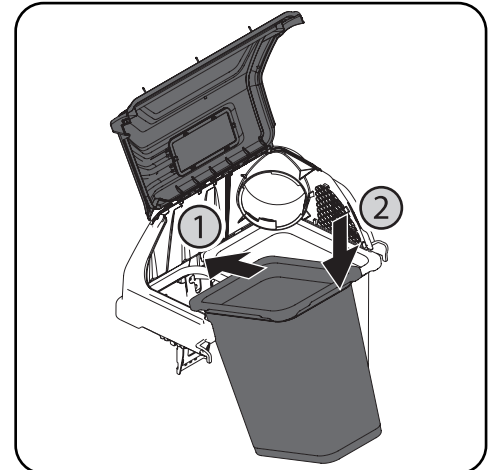

Figura 4-17
5. Deslice el pasador de horquilla en el orificio ubicado en la lengüeta de montaje, como se indica en la Figura 4-17. Use las ventanas recortadas (consulte el recuadro de la Figura 4-17) para alinear el pasador de horquilla del otro lado y empujelo hasta que llegue al tope. En este punto el pasador calza en su posición y queda asegurado por una lengüeta en la cubierta de la embolsadora.